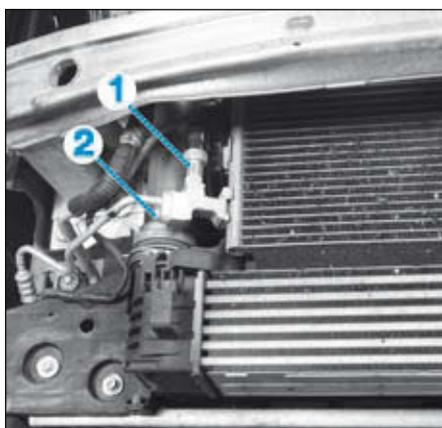

FIG.11
- le pressostat (1) (Fig.11),
- la vis (2) de la canalisation inférieure,